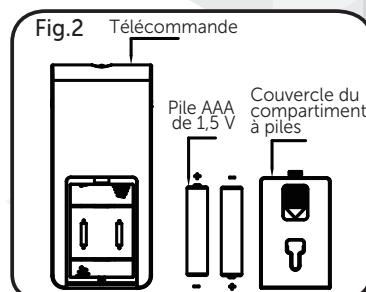

Fig.2 Télécommande
- (1) Faites glisser le couvercle du compartiment à piles pour l'ouvrir.
- (2) Insérez les piles et assurez-vous que les piles sont placées comme indiqué à la fig. 2.
- (3) Faites glisser le couvercle du compartiment à piles pour le fermer.